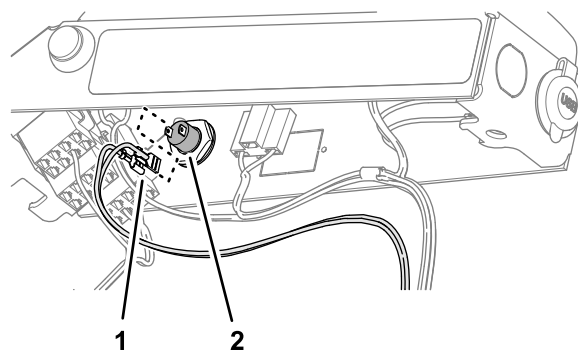

**Figura 107**
3. Encaminhe a derivação da cablagem identificada com REMOTE ENGAGE SWITCH na direção do painel do braço (Figura 107).